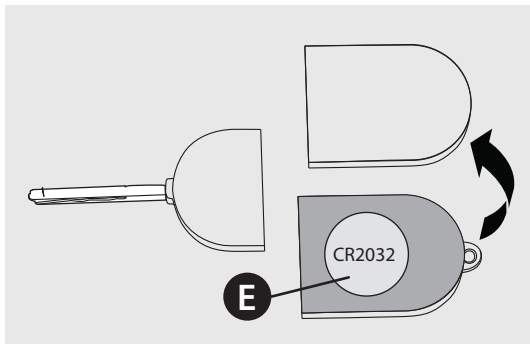

Fig 5.
- onder de knoppen, rechterdeel fig. 5 is de batterij gemonteerd. Klik het onderste deel van de behuizing los fig. 5.
- vervang de batterij E fig. 5, let daarbij goed op de polariteit;